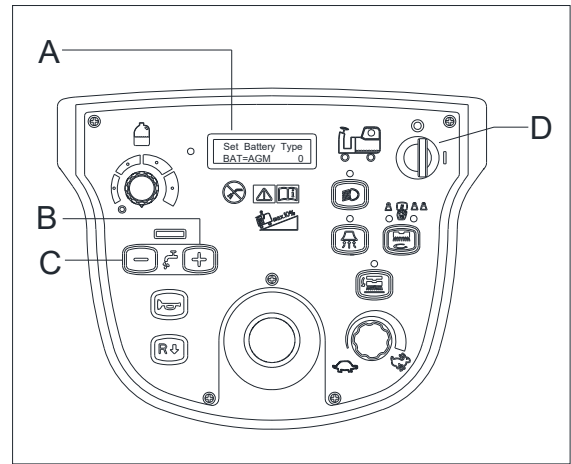

Abbildung 4
- Drücken Sie die Einstelltasten „+“ und „-“ (B, C, Abbildung 4). Drehen Sie den Zündschlüssel (D, Abbildung 4) in die Stellung "I".
- Lassen Sie die Flusseinstellknöpfe los. Auf dem LCD-Bildschirm wird „Set Battery Type BAT = AGM 0“ angezeigt (wie in Abbildung 4, A).
- Dann können Sie den Batterietyp einstellen, indem Sie die Tasten „+“ und „-“ drücken (B, C, Abbildung 4).